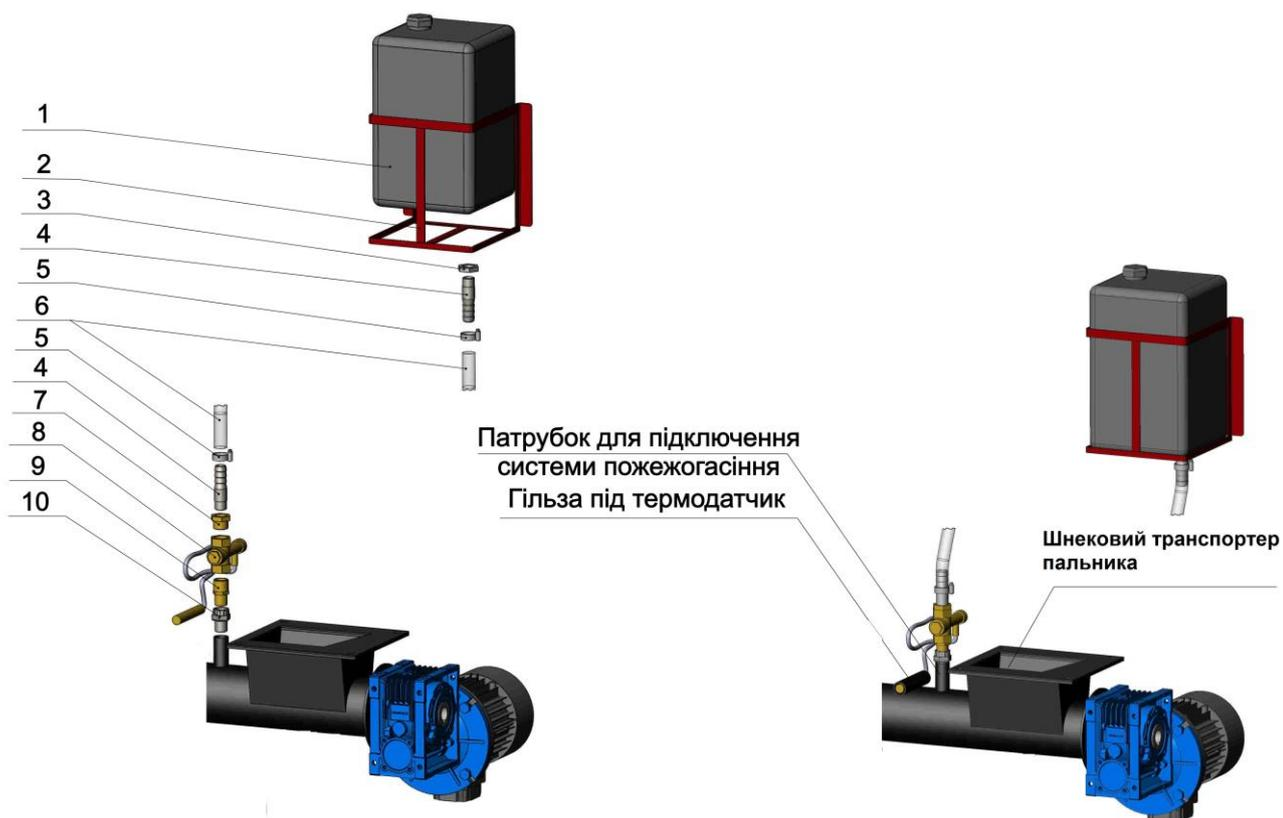

Рис.12 Схема монтажа системы пожаротушения шнекового транспортера горелки
Монтаж системы пожаротушения шнековых транспортеров горелки показаны на Рис.12
5. Установить на бункере средства пожаротушения для каждого из шнеков (емкость с водой и датчиками температуры) согласно рис.12.